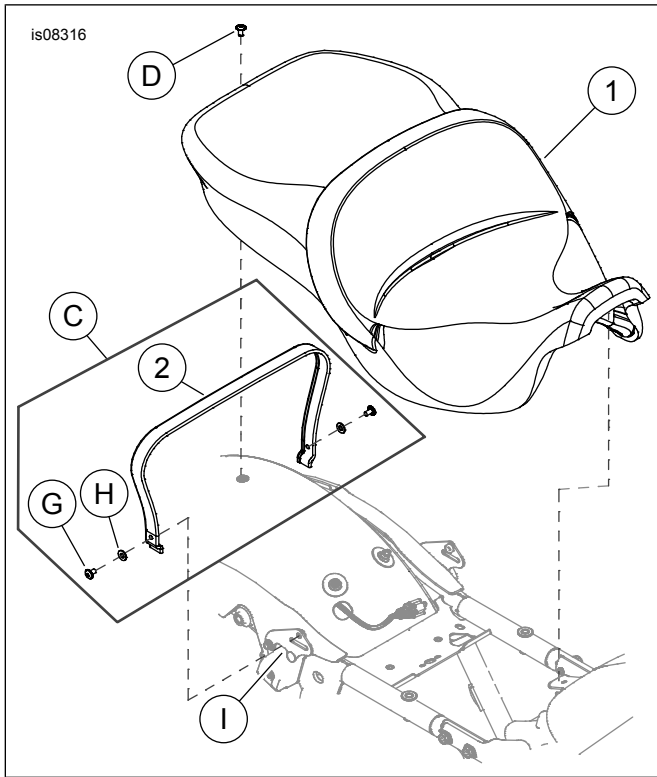

Figura 2. Contenido del kit: Asiento Touring
1. Vea la Figura 2. Retire los tornillos de la correa de agarre (G), las arandelas (H) y la correa de agarre del vehículo.
3. Quite el tornillo con arandela de seguridad (D) y el asiento.